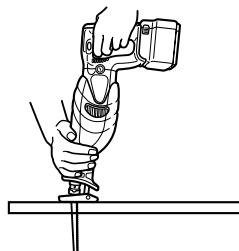
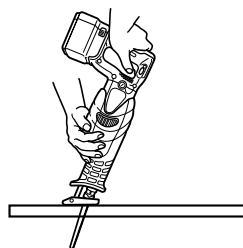

Fig. 27
Fig. 28
- (3) Tenir le corps de l'outil fermement jusqu'à ce que la lame aient complètement coupé le matériau. (Fig. 27, Fig. 28)